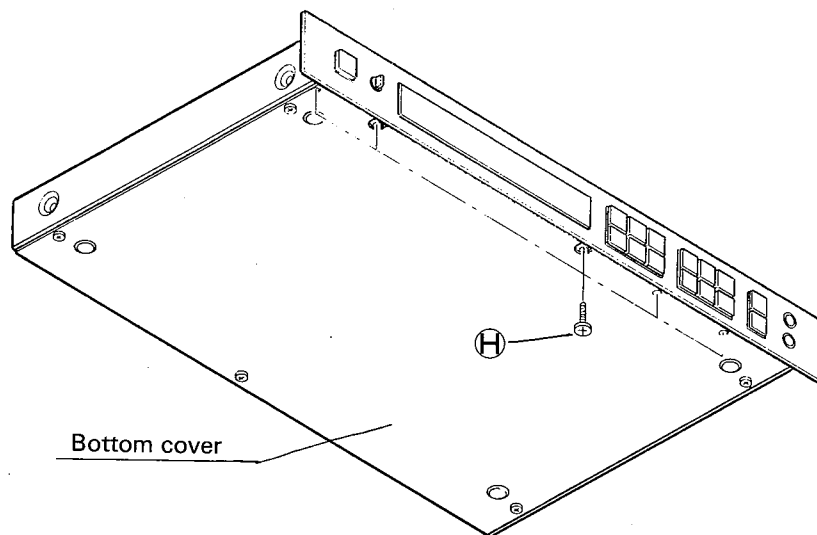

Fig. 4
(Refer to Fig. 4)
- 本体底部の前縁にあるネジ⑤ (3×8 バインド小ネジ) 5本を外しフロントパネルを取外します。(Fig.4参照)